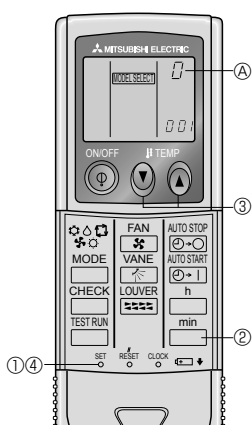

Fig. 6-8
5) Tilldela en fjärrkontroll till varje enhet (Fig. 6-8)